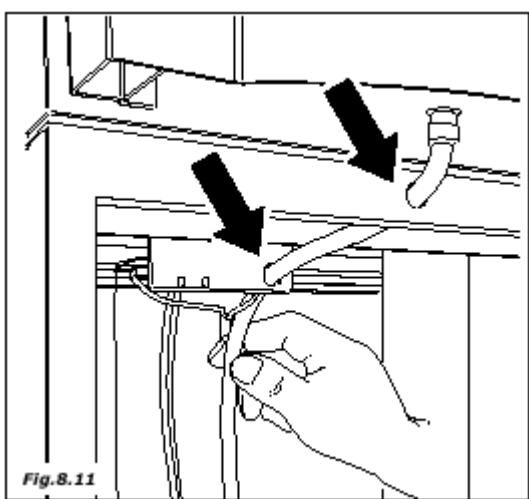

Fig. 8.11
- правильно установите трубку (рис. 8.11).